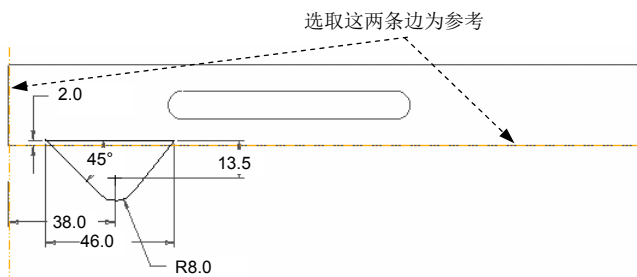
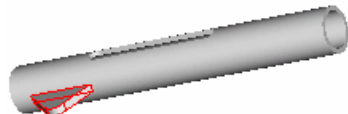

图 5.29.8 特征截面图形
图 5.29.7 实体拉伸特征 3
Step5. 添加图 5.29.7 所示的零件特征——实体拉伸特征 3。单击“拉伸”命令按钮 ；设置 CENTER 基准平面为草绘平面，TOP 基准平面为参考平面，方向为 **左**；进入截面草绘环境后，单击 **草绘** 功能选项卡 **设置** ▾ 区域中的  按钮，选取图 5.29.8 所示的两条边作为参考，单击 **关闭(C)** 按钮；绘制图 5.29.8 所示的截面图形；选取深度类型 （对称拉伸），深度值为 5.0。